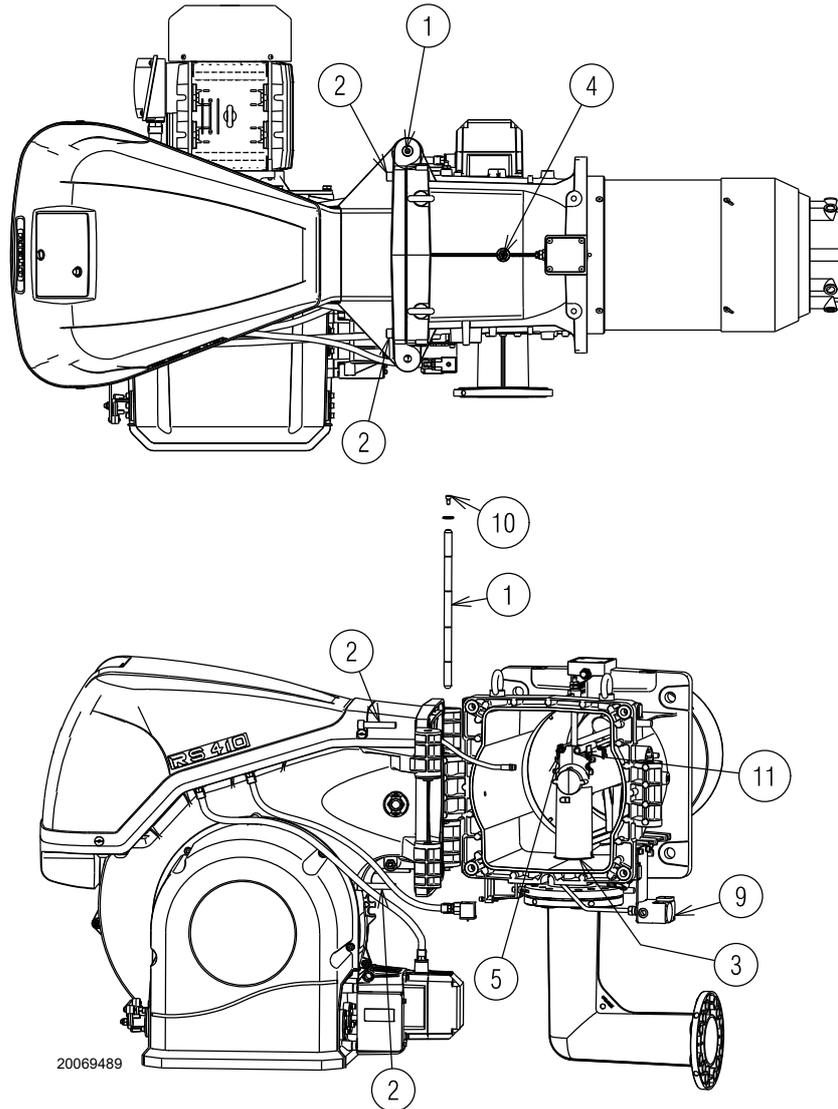

Fig. 16
Le brûleur sort de l'usine préparé pour l'ouverture vers la gauche, en maintenant donc le pivot 1)(Fig. 16) en place.
- A débrancher la fiche/prise 9)(Fig. 16) du pressostat de gaz général;
- D ouvrir le brûleur totalement comme sur la Fig. 16;
Pour l'ouverture du brûleur du côté opposé, avant d'enlever le pivot 1)(Fig. 16), vérifier que les 4 vis 2) soient serrées.
- H débrancher la prise 9)(Fig. 16) du pressostat de gaz général, puis procéder comme décrit ci-dessus au point C).